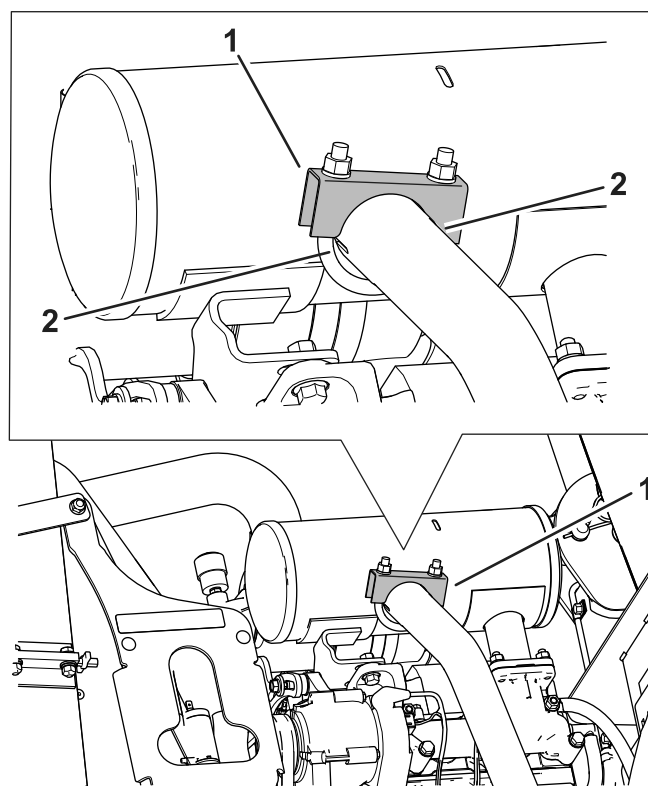

Figura 8
7. Alinhe a abraçadeira com a extremidade do tubo de escape e rode como se mostra na Figura 8.
Nota: Certifique-se de que a superfície de aperto está paralela com as ranhuras no tubo (Figura 8).